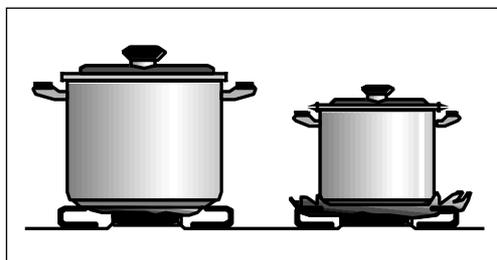

fig. 21
- No se deben emplear quemadores rápidos con recipientes de poco diámetro, pues parte de la llama se difundirá fuera del recipiente, y de esa forma el rendimiento será mucho menor. (ver fig. 21)